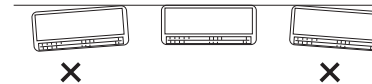

Abb. 3-39
- (2) Mit einer Wasserwaage oder einem Maßband nachprüfen, dass die Einheit eben ausgerichtet ist. Dies ist für korrekten Einbau der Einheit wichtig. (Abb. 3-39)